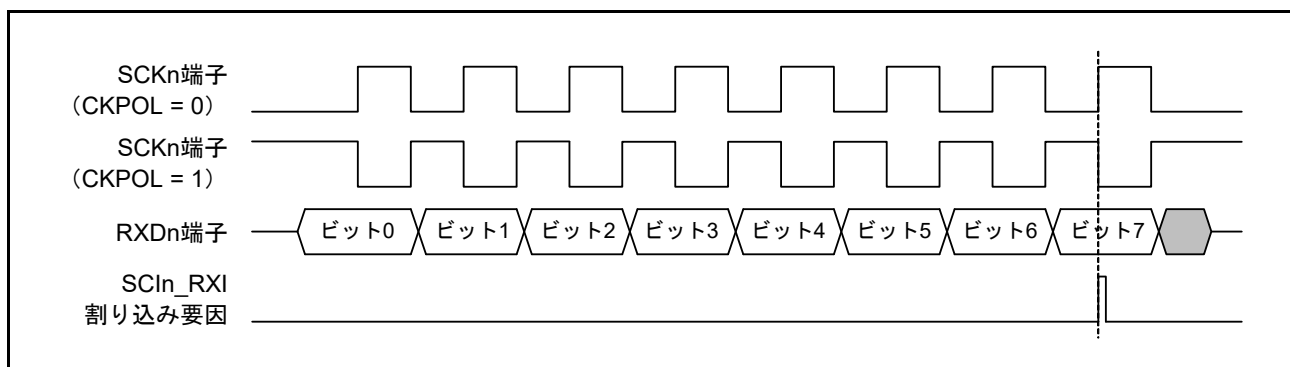

図 32.79 簡易 SPI モードにおける SCIn\_RXI 割り込みの発生タイミング (クロック遅れあり)
- クロック遅れありの設定 (SPMR.CKPHビット=1) では、図 32.79 に示すように、SCKn 端子の最終クロックエッジ手前のクロックエッジで受信データフル割り込み (SCIn\_RXI) が発生します。SCR.TEビットとSCR.REビットをSCKn 端子の最終クロックエッジより前に0にすると、SCKn 端子出力がハイインピーダンスとなり、送受信クロックの最後のクロックパルス幅が短くなります。また、SCIn\_RXI 割り込みの発生によって、SCKn 端子の最終クロックエッジより前に接続先スレーブのSSn 端子入力信号がHighになった場合、スレーブが誤動作する可能性があります。